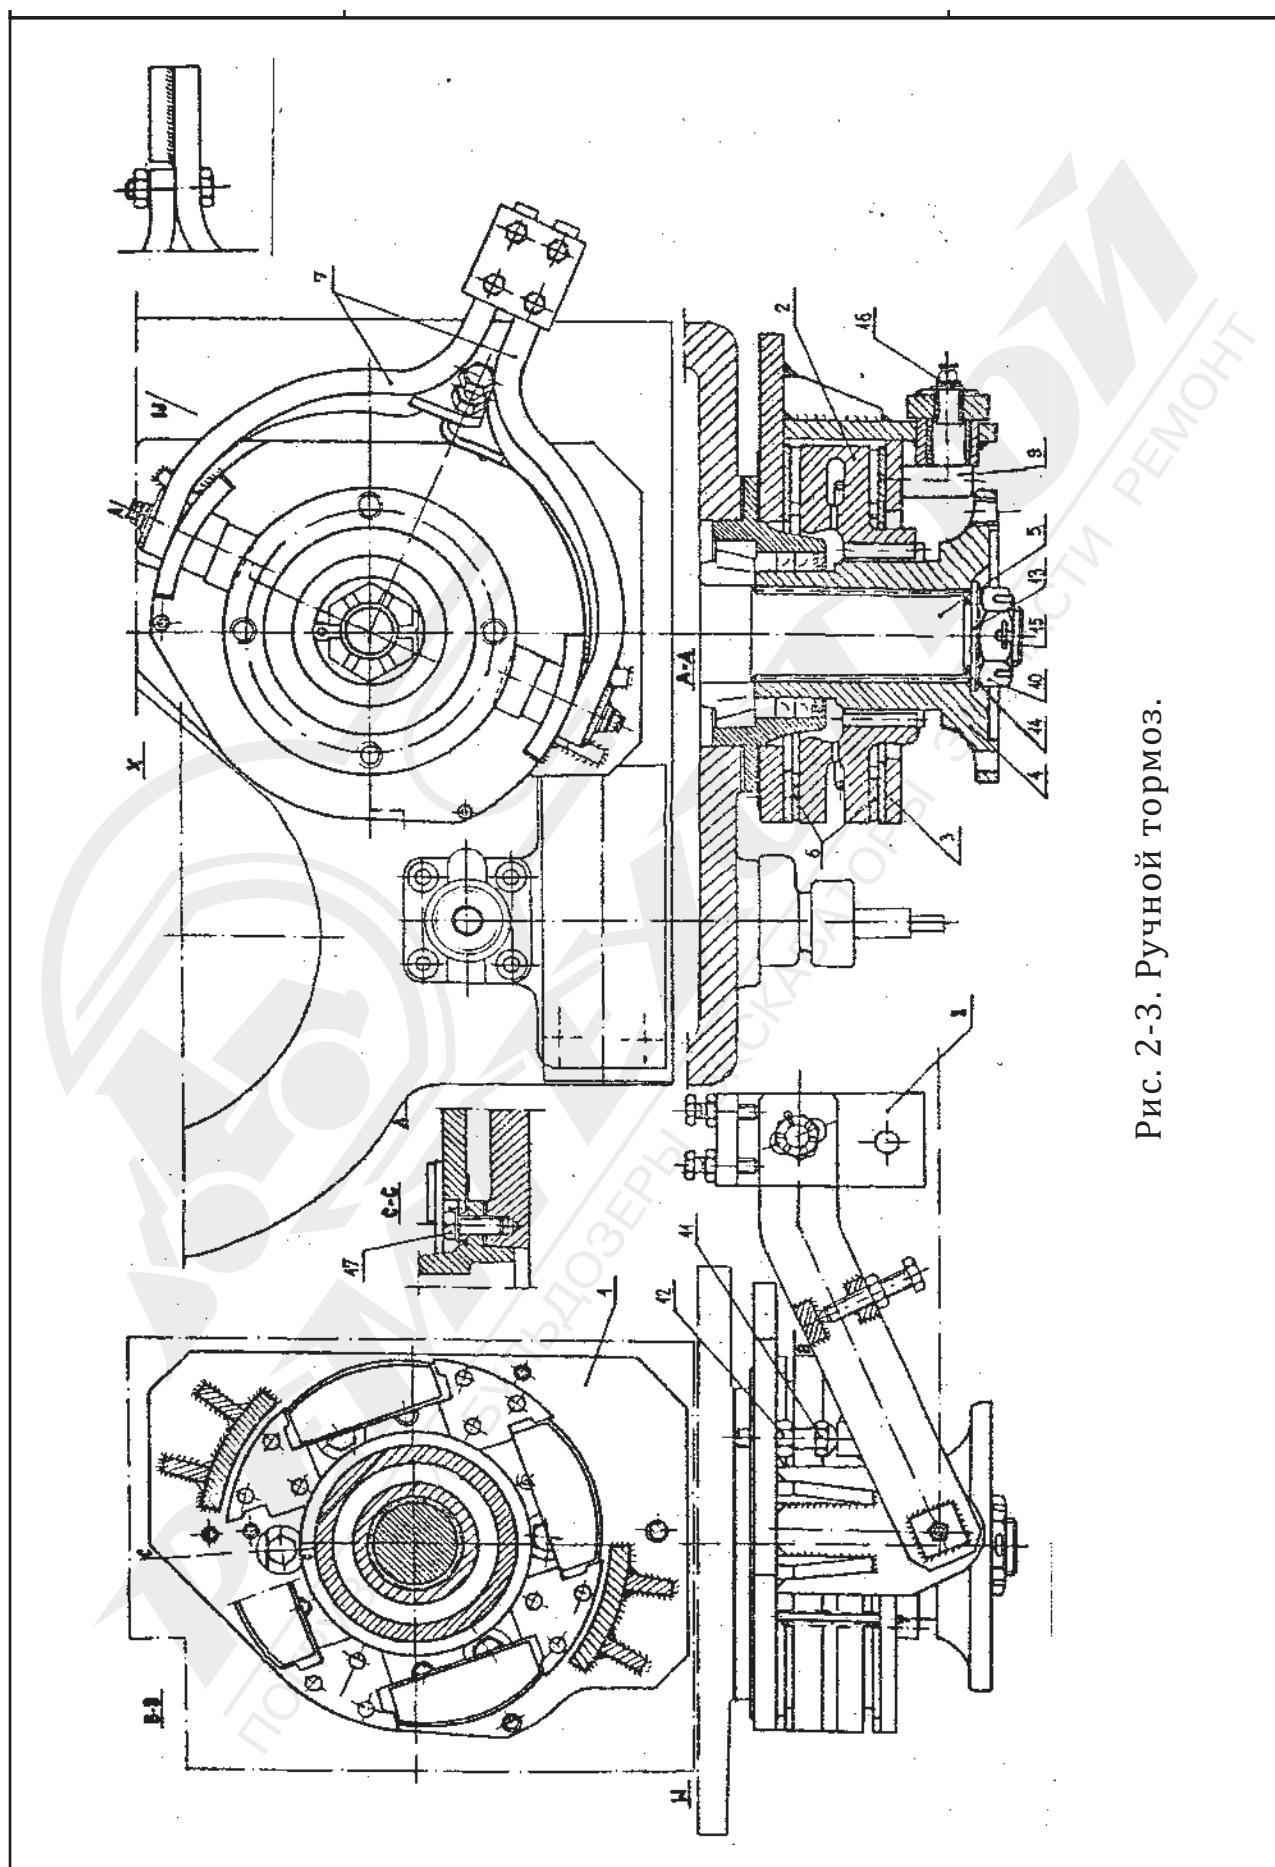

Рис. 2-3. Ручной тормоз.
2.1.2.2. Тормоз /рис. 2-3/
Конструкцию тормоза показано на рис. 2-3;